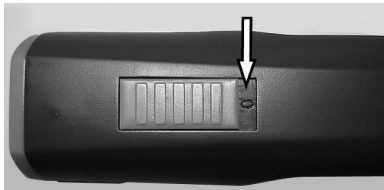

Fig. 4 Interrupteur position DESCO. ("0")
1. Examine los contactos de la esquiladora (1) y de la batería (2) a cuerpos extraños y ensuciamientos.
2. Asegurese que el interruptor de la esquiladora está en posición DESCO ("0") (fig. 4).
3. Inserte la batería (2) en la esquiladora (3) hasta que el enclavamiento de batería (1) enclava de los dos lados.
4. Meta la esquiladora con la batería (1) o batería de reserva (2) insertada sin fuerza de arriba en la concavidad de carga prevista.
6. La batería carga. Durante la carga, el piloto de control (3) es encendido rojo. Una vez que la batería se ha cargado un 90%, la luz testigo cambia a verde y el cargador conmuta a "carga de mantenimiento".
1. Meta el interruptor a la posición DESCO "0" (fig. 4).
2. Apriete el enclavamiento de batería (2) de los dos lados hacia el interior y retire la batería (1) de la esquiladora.
3. Inserte la batería cargada (1) en la esquiladora (2) hasta que el enclavamiento de la batería haya encajado de los dos lados.